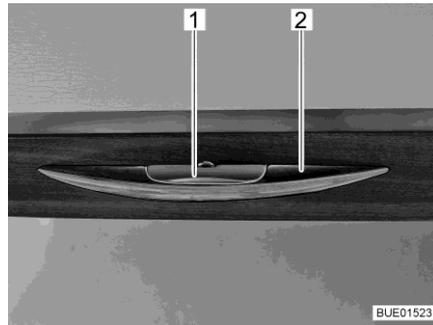

Fig. 48 Porte de placard avec poignée de déverrouillage
- Enfoncer la poignée de déverrouillage (Fig. 48,1) et la maintenir enfoncée.
- Tirer sur la poignée (Fig. 48,2) jusqu'à ce que la porte de placard s'ouvre.